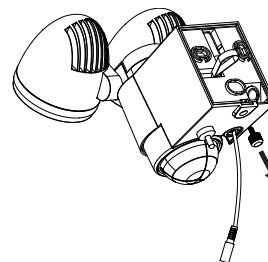

Fig. 1
Achtung: Wenn Sie den Akku wechseln, muss der Schalter an der Leuchteinheit auf OFF stehen und der Stecker des Solarmoduls von der Haupteinheit getrennt sein. Zum Ersetzen des Akkus öffnen Sie das Gehäuse der Haupteinheit wie im Abschnitt „Haupteinheit“ In Bild 1 und 2 beschrieben. Entfernen Sie die Akkus aus der Halterung und ersetzen Sie die Akkus gegen neue. Wenn möglich laden Sie die Akkus zuvor mit einem handelsüblichen Ladegerät für 1,2 V AA Ni-MH Akkus auf. Ist die Aufladung mit einem Ladegerät nicht möglich befolgen Sie bitte den Abschnitt „ERSTMALIGES AUFLADEN DER SOLARLEUCHTE“. Setzen Sie das Gerät in umgekehrter Reihenfolge wieder zusammen.
- Loosen the screw (Fig. 1) of the wall bracket
Please note: Before replacing the battery the switch on the lamp unit must be set to OFF and the solar module must be disconnected from the main unit. To replace the battery, open the cover of the main unit as described in Fig. 1 and 2 in the section "Main Unit". Remove the old batteries from the holder and insert new ones. If possible, charge the rechargeable batteries first using a standard charger for 1.2 V AA NiMH batteries. If unable to charge the batteries with a charger please follow the instructions in the section "CHARGING THE SOLAR LIGHT FOR THE FIRST TIME".